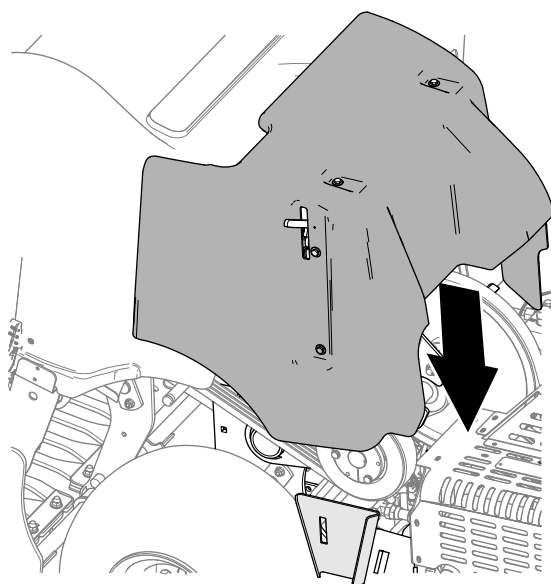

Figura 145
2. Coborâi capacul curelei (Figura 145).